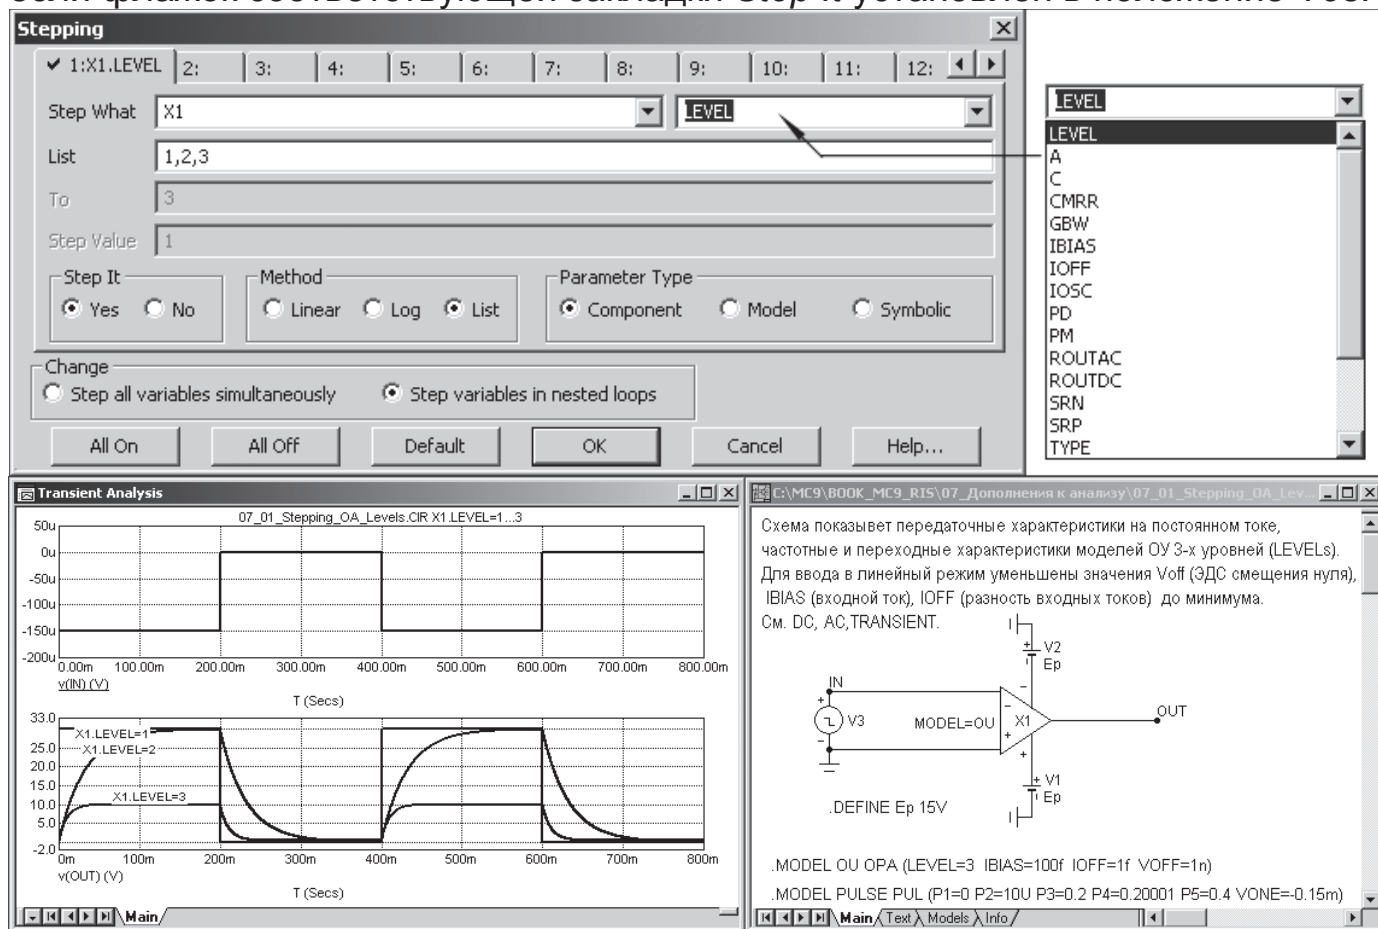
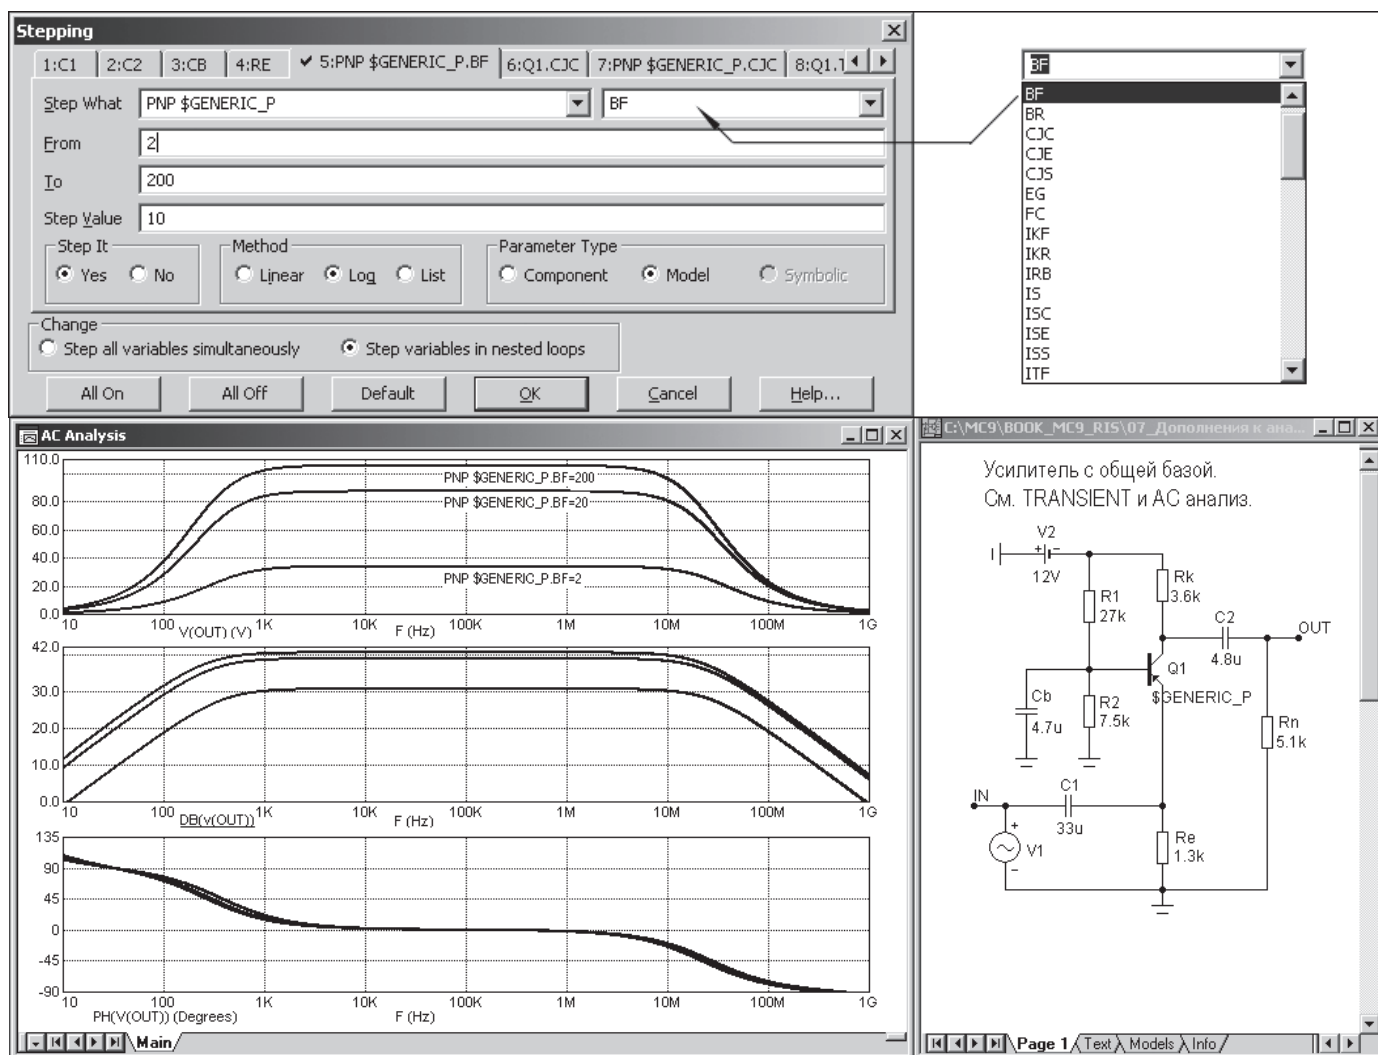

Рис. 7.1. Варьирование параметров компонентов схемы
Рис. 7.2. Варьирование параметров модели транзистора
В меню всех видов анализа имеется закладка, открывающая окно *Stepping* (вызывается также нажатием пиктограммы  или клавиши **F11**), с помощью которого производится вариация от одного до 20 параметров (рис. 7.1, 7.2).
- **Model.** Выбор для вариации параметров моделей (например, емкости коллекторного перехода биполярного транзистора или параметров задержки прохождения сигнала для цифровых схем). Если выбран тип *Model*, то нажатие на кнопку  в левой части панели *Step What* открывает список имен моделей. Для выбранной модели из этого списка нажатием  в правой части панели выбирается имя варьируемого параметра. Например, в первой строке слева можно указать тип модели PNP \$GENERIC_P (p-n-p транзистор с моделью \$GENERIC_P), а справа — имя одного из его параметров, например, BF (рис. 7.2). По этому способу варьируются параметры всех компонентов, имеющих выбранную модель. В приведенном примере могут варьироваться параметры BF всех транзисторов, имеющих модель \$GENERIC_P. Это происходит независимо от установок PRIVATEANALOG и PRIVATEDIGITAL в окне *Global Settings*.
Пример многовариантного анализа переходной характеристики операционного усилителя при изменении уровня модели (параметр $LEVEL=1-3$) приведен на рис. 7.1. Пример многовариантного расчета частотных характеристик усилительного каскада с общей базой при вариации параметра модели транзистора BF приведен на рис. 7.2. Соответствующие схемные файлы *Opamp_Levels.cir* и *US_BJT_ОБ.cir* можно посмотреть в каталоге *Analysis\Stepping*.
В заключение отметим, что графики, полученные путем многовариантного анализа можно пометить, чтобы знать, какому значению варьируемого параметра соответствует каждая кривая. Осуществляется это с помощью команды *SCOPE>Label Branches* (рис. 7.2).